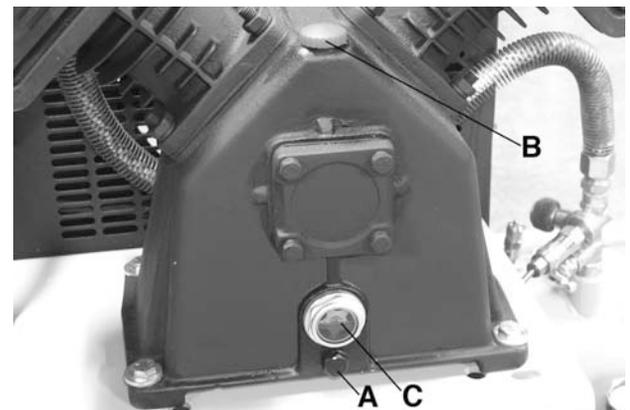

FIGURE 7
Pour changer d'huile, écoulez l'huile du carter en dévissant le boulon d'écoulement (A) Fig.7. Une fois que l'huile est complètement écoulé, revissez le boulon d'écoulement. Pour remplir le carter d'huile, dévissez et retirez le capuchon de remplissage (B), videz de l'huile à compresseur (approx. 900ml d'huile SAE30 sans détergent) dans l'ouverture jusqu'à ce que le niveau d'huile (C) atteint le centre du point rouge. Réinstallez le capuchon de remplissage (B).